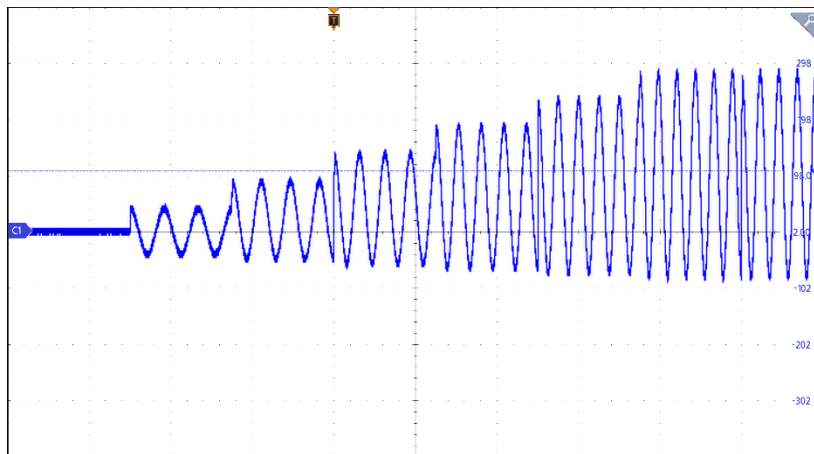

图 5-18 步阶模式(List)设定页面(第一相设定范例输出波形)
3. 设定参数后，点击首页键 ，按下  可触发输出，输出波形如图 5-18。